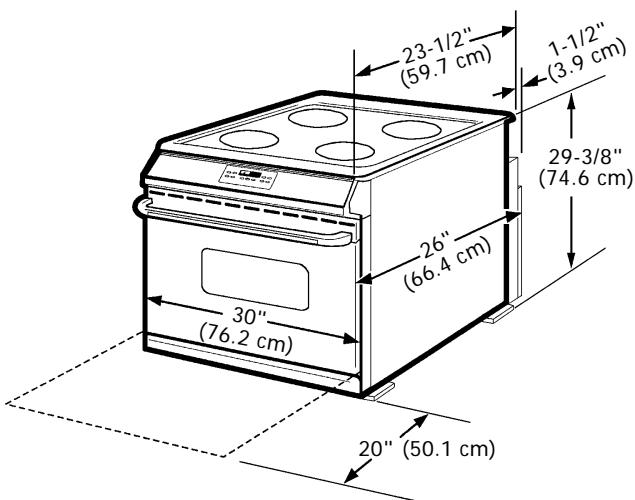

Figura 1
Conecte el cable del aparato a la caja de empalmes por medio del conductor de unión listado-UL. Complete la conexión según los códigos y ordenanzas locales. (Para la ubicación preferida de la caja de empalmes, véase la Figura 1.)
- Corte el tablero exactamente como se muestra en la Figura 1. Cepille a nivel el borde levantado, para que libre un filete de 30" (76.2 cm) de ancho en tableros con bordes laminados.
6. Esta estufa puede traer soportes antivuelco, fijados al dorso de la estufa con dos tornillos. Si el grueso del tablero es más de 1/2" (1.3 cm), coloque de nuevo el soporte antivuelco en la posición más baja, de 1/4" (6.4 mm). (Vea Figura 1).